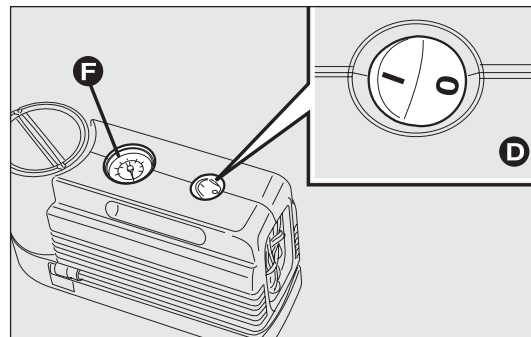
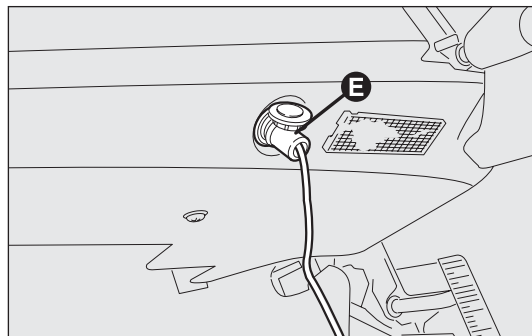

fig. 130
fig. 131
- ❑ s'assurer que l'interrupteur D-fig. 130 du compresseur est en position O (éteint), démarrer le moteur, insérer la goupille E-fig. 131 dans la prise de courant la plus proche et actionner le compresseur en plaçant l'interrupteur D-fig. 130 en position I (allumé). Gonfler le pneu à la pression indiquée dans le paragraphe « Pression de gonflage » du chapitre « Caractéristiques Techniques ».
Pour plus de précision dans la lecture, il est préférable de vérifier la valeur de la pression sur le manomètre F-fig. 130 quand le compresseur est éteint ;